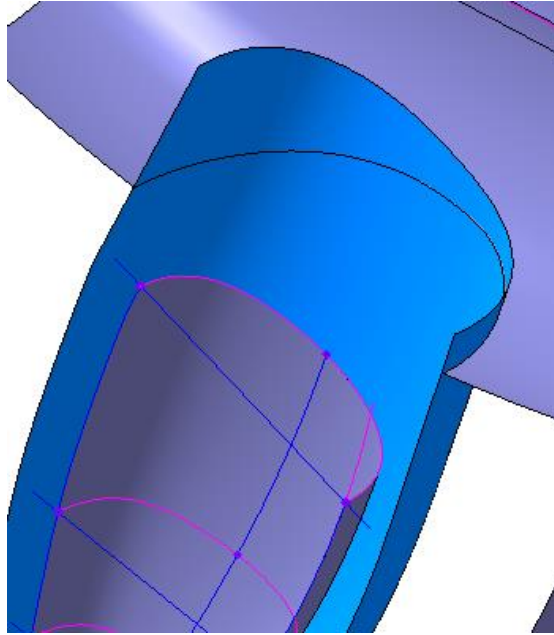

Рисунок 54.
- Нажмите кнопку Создать объект .(рис.54).